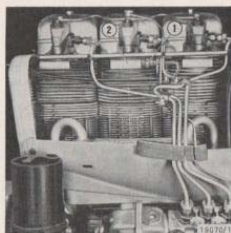

Figure 41
toutes les 600 heures de service, extraire le thermo-couple (1 fig. 41) logé sur la culasse (2) et le plonger dans un bain d'huile portée à une température de 150 à 155°C; l'indication «STOP» sur le cadran rouge téléthermomètre doit luire. Sur un moteur à 3 ou 4 cylindres, le couple thermique est vissé dans la culasse du cylindre No. 2 tandis que sur un moteur à 6 cylindres, il se trouve sur la culasse du cylindre No. 3.